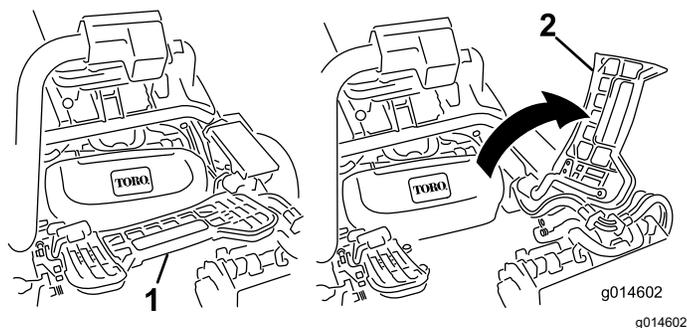

図 53
2. フットレストを跳ね上げて開き、中央カッピングユニット取り付け位置へのアクセスを確保する図 53。